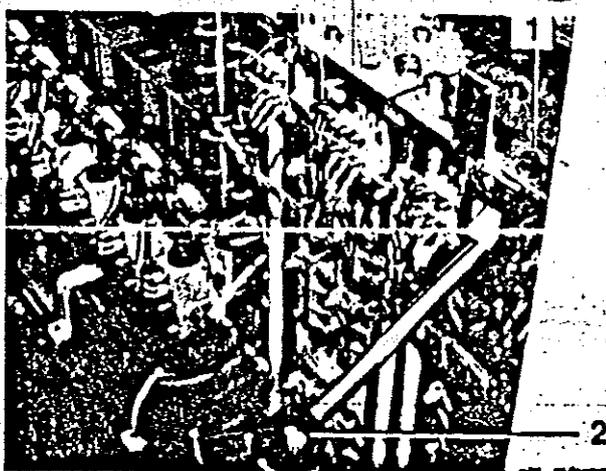

Figura 43 Seccionador para del motor de tracción
En los casos de avería en los motores dobles de tracción deben desconectarse los motores individuales mediante los seccionadores oportunos (Figura 43/1) situados en los armarios de resistencias R 1 ó 2.
- Abrir el seccionador (Figura 43/1) del motor individual averiado con ayuda de la correspondiente palanca (Figura 43/2).